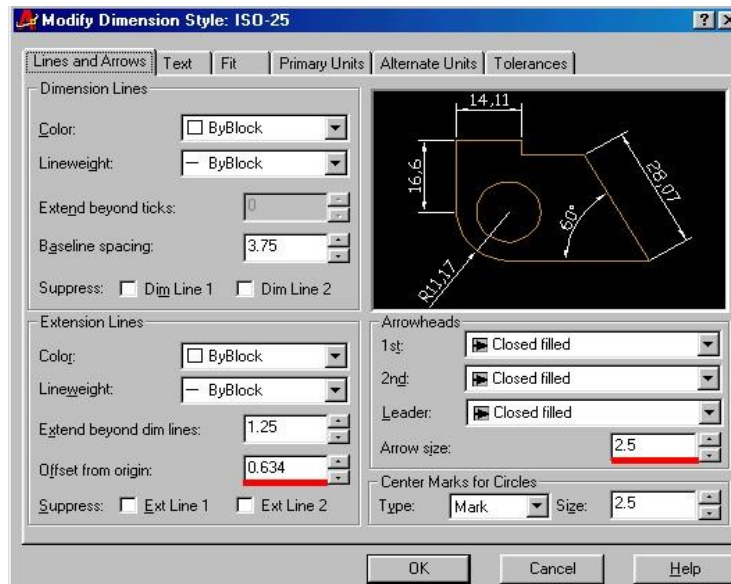

Рисунок 6 – Задання стилю розмірних ліній та стрілок
- у пункті **Lines and Arrows (Лінії та стрілки)** – стиль розмірних ліній та ліній винесення, а також форму та розміри стрілок (рис. 6);